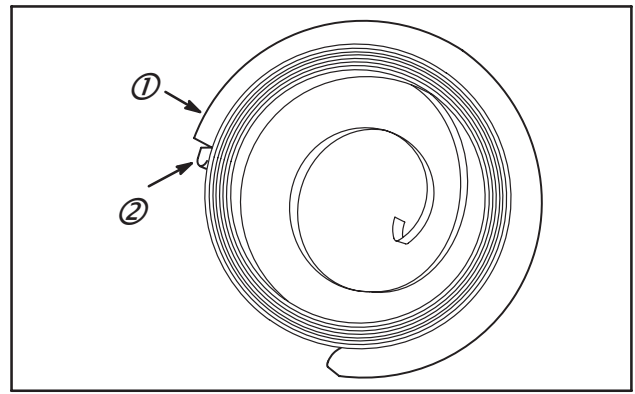

Fig. 29
NOTE : Les ressorts de remplacement sont livrés dans un arrêtoir (1). Pour la facilité de l'opération, le crochet externe (2) du ressort doit être à l'extérieur de l'arrêtoir, Fig. 29. Si non, tourner le ressort jusqu'à mettre le crochet contre l'arrêtoir.